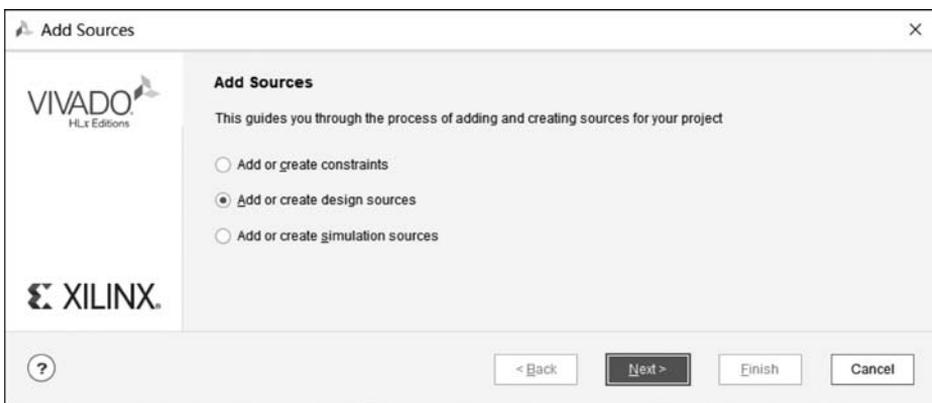

图 3.10 添加或创建源文件
(2) 在 Add Sources 界面(如图 3.10 所示)中选中 Add or create design sources 单选按钮,表示添加或创建 Verilog(或 VHDL)源文件,单击 Next 按钮。
(1) 创建激励测试文件,在 Sources 中右击选择 Add Sources,在出现的 Add Sources 界面中(见图 3.10)选择第三项 Add or create simulation sources 单选按钮,单击 Next 按钮。